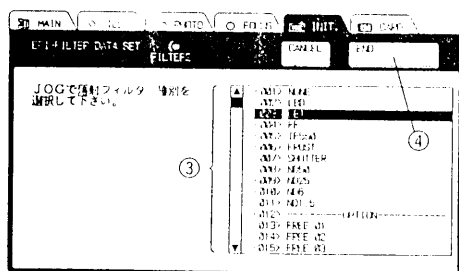

図 19
- 2) 設定するフィルタ2を押すと、図19の画面となります。実際のフィルタ枠は作動しません。
- 3) 設定するフィルタNo.に装着されているフィルタ名③をJOGダイヤルを回して選択します。
- 4) **END** ④を押すと、1つ目のフィルタ名が設定され前画面にもどります。